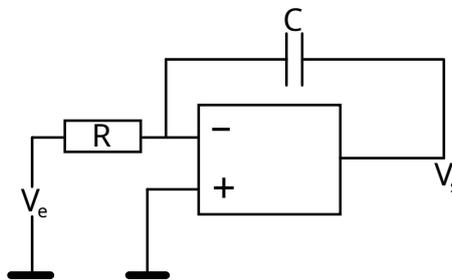

FIGURE 10 – Intégrateur
**Schéma général** Voir le schéma de la figure 10. On a la relation simple, à établir,  $V_s = -\frac{1}{RC} \int V_e dt$ , soit en régime sinusoïdal  $V_s = -\frac{1}{jRC\omega} V_e$ .